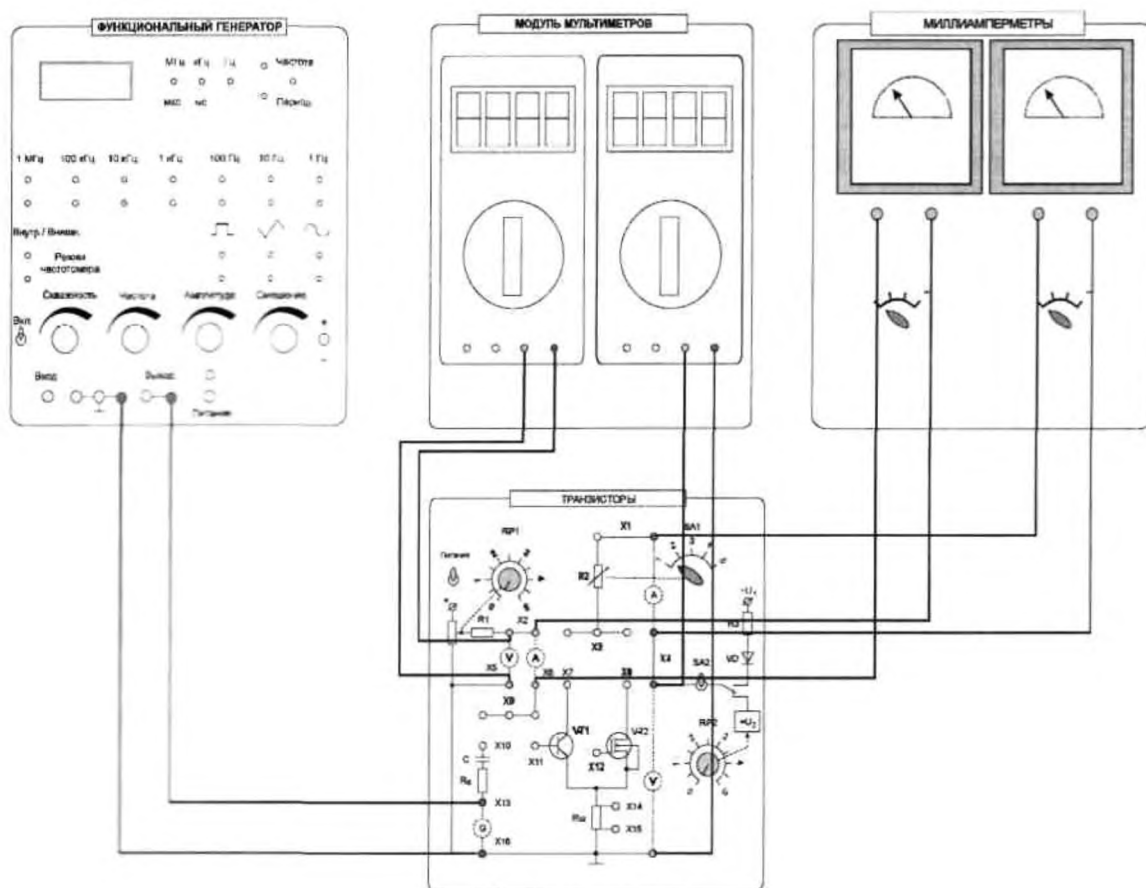

Рис. 3.2.3.
Основными характеристиками транзистора, включенного по схеме с общим эмиттером, являются статическая характеристика прямой передачи по току  $I_K = f(I_B)$  при  $U_K = \text{const}$ , статическая выходная характеристика  $I_K = f(U_{K3})$  при  $I_B = \text{const}$  (рис. 3.2.3), а также статическая входная характеристика  $I_B = f(U_{6a})$  при  $U_{K3} = \text{const}$ .
3.1 Ознакомиться с лабораторным модулем для исследования транзисторов. Собрать схему для снятия характеристик биполярного транзистора (рис. 3.2.3). Между гнездами Х2 и Х6 включить миллиамперметр и соединить перемычкой гнезда Х9-Х11. Между гнездами Х1-Х4 включить второй миллиамперметр модуля миллиамперметров. Соединить перемычкой гнезда Х3-Х7. Между гнездами Х2-Х5 и Х4-Х16 включить мультиметры в режиме измерения постоянного напряжения. Тумблер SA2 установить в нижнее положение.